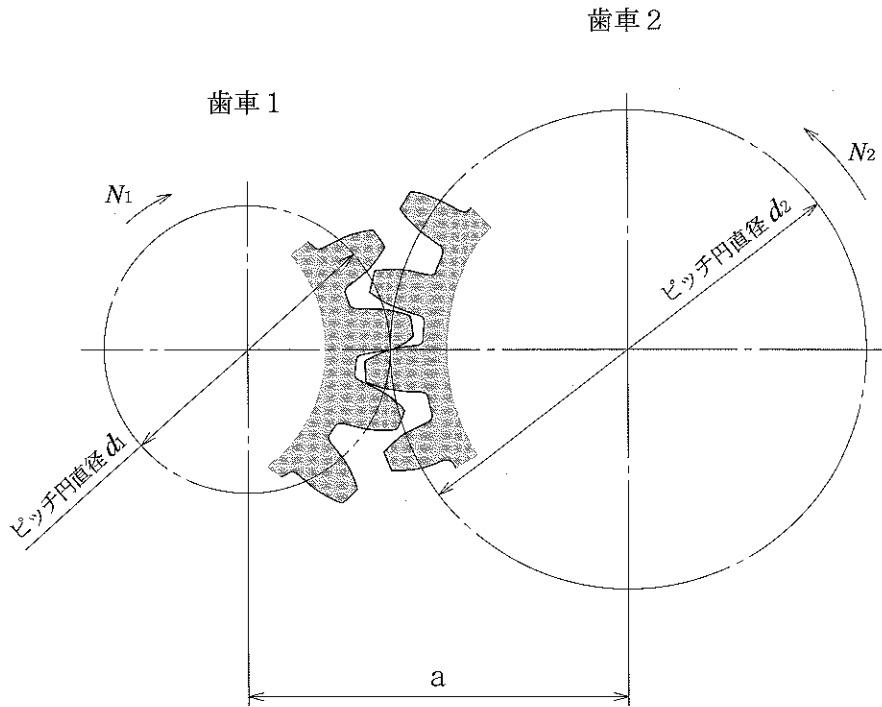

図 4
- (1) 土のうの重量は何 N になるか。
- (2) クレーンのする仕事は何 J になるか。
- (3) クレーンがこの物体をつり上げたときの動力は何 kW になるか。ただし、答は小数第3位を四捨五入して、小数第2位まで求めること。
- (4) クレーンがこの物体をつり上げたときの効率は何 $\%$ になるか。
- 5 図4は、歯車1と歯車2が、かみあって回転しているようすである。歯車1のピッチ円直径 d_1 を120mm、歯車2のピッチ円直径 d_2 を200mmとしたとき、次の各問に答えなさい。